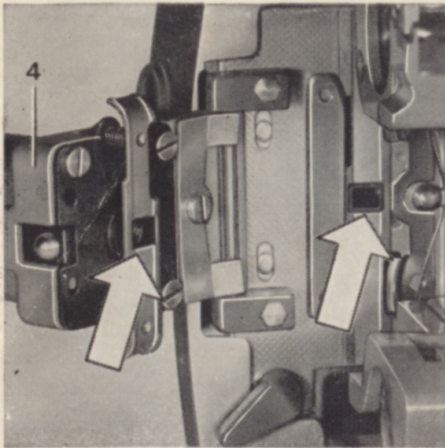

Abb. 7
- 11** Zur Reinigung des Bildfesters wird der Objektivträger Nr. 4 geöffnet und die Säuberung mit einem weichen Pinsel vorgenommen (Abb. 7).